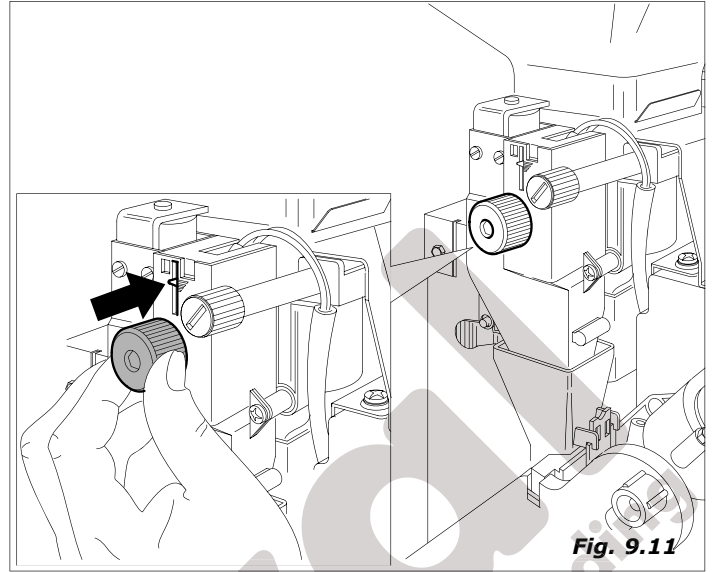

Fig. 9.11
- **Gramaje del café molido.** Variar la cantidad actuando sobre el botón puesto en el dosificador (Fig.9.11). Cada salto del botón de regulación corresponde a un valor de 0,05 gramos. Girando a la derecha la dosis disminuye. Girando a la izquierda la dosis aumenta. La variación de producto se puede controlar mediante las muescas de referencia colocadas en el cuerpo dosificador (véase la figura 9.11). La tableta de café, normalmente, debe presentarse compacta y levemente húmeda.